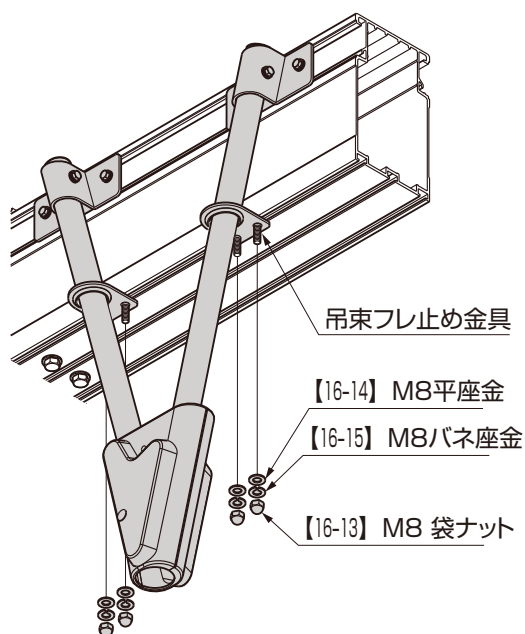

図4-6
⑧梁下面に挿入したボルトに、吊束フレ止め金具を【16-14】、【16-15】、【16-13】で固定してください。(図4-6参照)